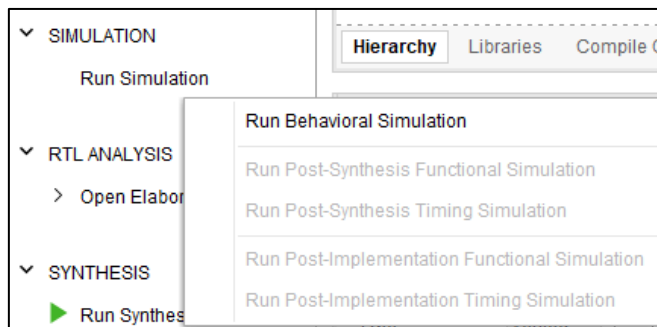

图 0.20 启动逻辑仿真测试
(3) 点击流程导航栏 Simulation 下的 Run Simulation 菜单，选择 Run Behavioral Simulation，如图 0.20 所示。